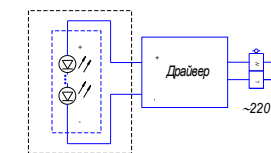

Рис. 2
- присоединить провода сети к клеммной колодке источника питания согласно схеме подключения (рис.2).